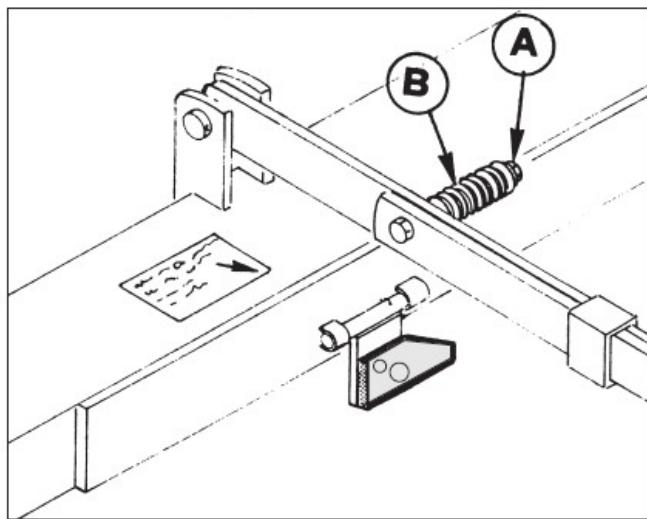

FIG. 5.1
La falciatrice è dotata di un sistema di sicurezza contro gli ostacoli. In caso di sgancio a causa di un urto, arrestarsi senza sollevare la barra, spegnere il trattore mantenendolo ben fermo e controllare che l'albero cardanico non sia sfilato, altrimenti rimetterlo a posto. Fare retromarcia fino a che il tirante di sicurezza si riagganci. Se il tirante si dovesse sganciare con troppa facilità, regolare la molla (B) tramite il dado (A) (Fig. 5.1) stringendo di mezzo giro alla volta.
Sickle bar mower is protected with a safety release mechanism. If an obstruction is hit the cutter bar will swing back. Stop tractor and do not raise sickle bar. Turn off tractor engine and make sure that P.T.O. shaft is not disengaged, if so, engage P.T.O. shaft in correct position. To reset safety release back up tractor until latch returns to its normal position. If safety release latch breaks away too often adjust spring "B" using nut "A" (see Figure 5.1) and tighten half turn at the time.
La cortadora está dotada de un sistema de seguridad contra los obstáculos. Si se desengancha tras un choque, detenerse sin levantar la barra, desconectar el motor del tractor manteniéndolo firme, y controlar que el árbol Cardán no se haya salido de su lugar. En ese caso, volver a ajustarlo. Hacer marcha atrás hasta que el tirante de seguridad se vuelve a enganchar. Si el tirante se desengancha demasiado fácilmente, regular el resorte (B) por medio de la tuerca (A) (Fig. 5.1), dándole no más de media vuelta por vez.
Faire marche arrière jusqu'à ce que le tirant de sécurité se raccroche. Si le tirant devait se décrocher avec trop de facilité, régler le ressort (B) avec l'écrou (A) (Fig. 5.1) en le serrant d'un demi tour à chaque fois.